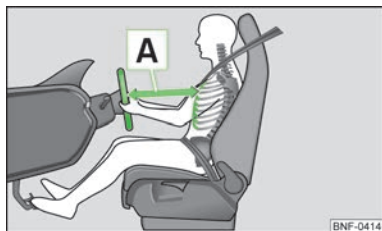

Fig. 78
- Ajustar el volante de tal modo, que la distancia entre el volante y el esternón sea, como mínimo, de 25 cm » fig. 78.